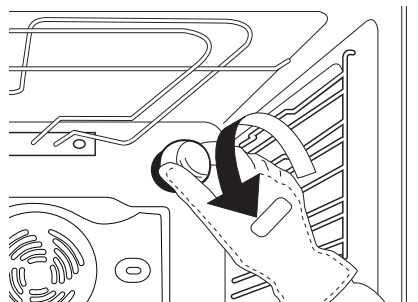

Fig. 5
2. Skru lampeglasset af (Fig. 5), udskift pæren (se bemærkningen angående type), og skru lampeglasset på igen.